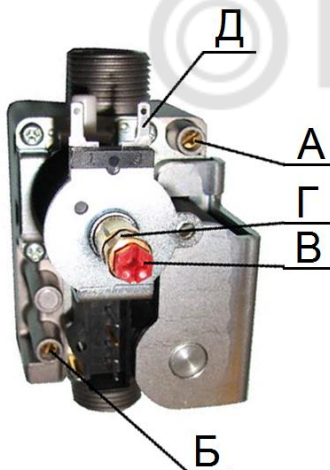

Рис. 9 Регулятор подачи газа
- снять пластмассовый колпачок с регулировочных винтов В и Г (см. рисунок 9).